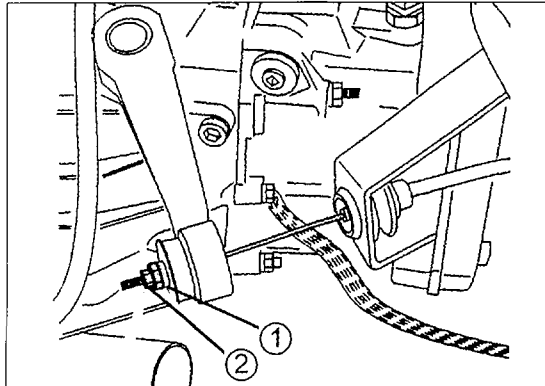

Bild 194
- Bei der Ausrückung durch „Drücken“, wie es in Bild 194 zu sehen ist, die Kontermutter (2) lockern und die Mutter (1) verstellen, bis beide Pedale auf gleicher Höhe stehen. Durch Anziehen der Mutter (1) hebt sich das Pedal, durch Lockern der Mutter (1) senkt sich das Pedal. Nach Einstellung die Kontermutter (2) anziehen. Den Pedalweg jetzt ausmessen, wie es anschließend beschrieben wird.